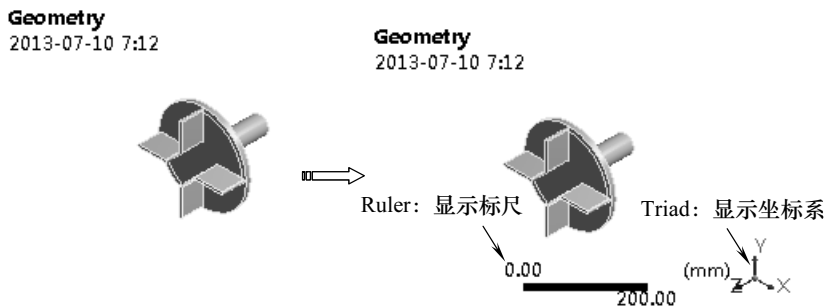

图 3-26 Ruler 和 Triad 示意图
- ✧ Ruler: 选中该命令，显示标尺，如图 3-26 所示。
- ✧ Triad: 选中该命令，显示坐标系，如图 3-26 所示。